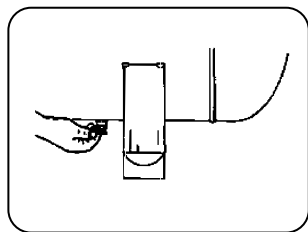

FIGURA 8.1
10. Verifique o funcionamento da válvula de segurança (Figura 8.1) com o produto desligado e com o reservatório sem pressão, para evitar acidentes.